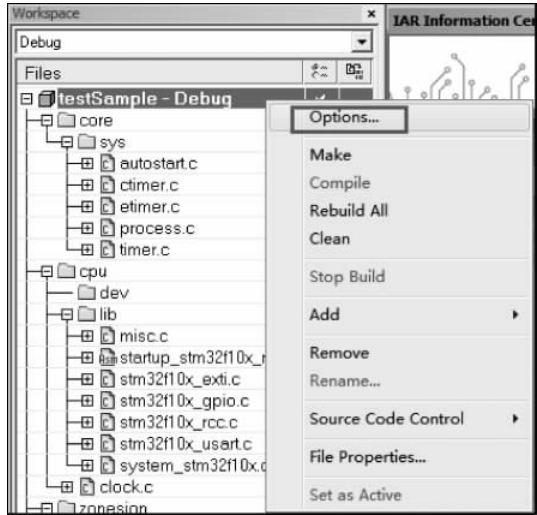

图 5.14 工程配置
(1) 在工程名上右击,在弹出的快捷菜单中选择 Options,如图 5.14 所示。